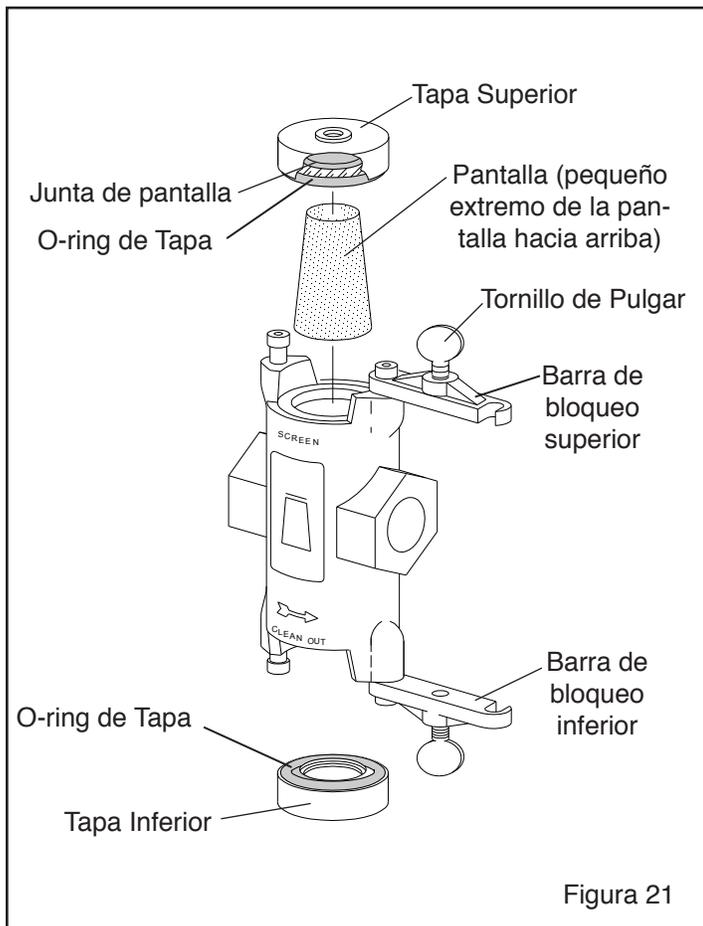

Figura 21
6.6 Trampa de abrasivo-figura 21
6.6.5 Instale la malla en la sección superior. El extremo de menor diámetro de la malla debe mirar hacia arriba como se indica en la Figura 21.